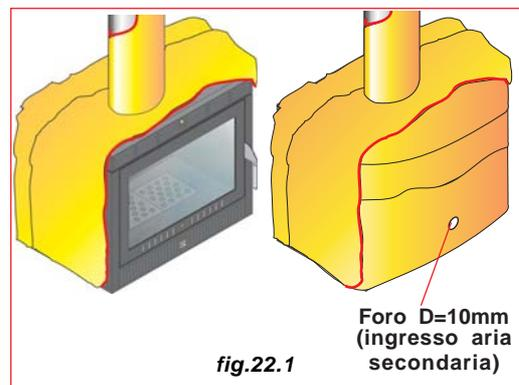

fig.22.1
**6.5.1)** Per ottimizzare il funzionamento del calorsystem consigliamo di ricoprirlo con della lana di vetro o fibra ceramica (classe A1), lasciando libero il foro sulla parte posteriore per l'ingresso dell'aria secondaria (fig.22.1).